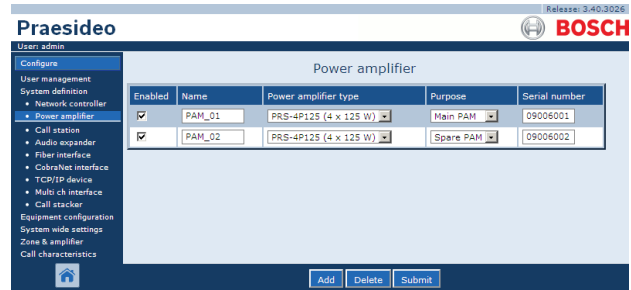

Abbildung 42.9: Endstufe löschen, Schritt 2
- 2 Klicken Sie auf die Zeile der Endstufe, die Sie aus der Systemdefinition löschen möchten. Die gesamte Zeile wird hervorgehoben (siehe Abbildung 42.9).